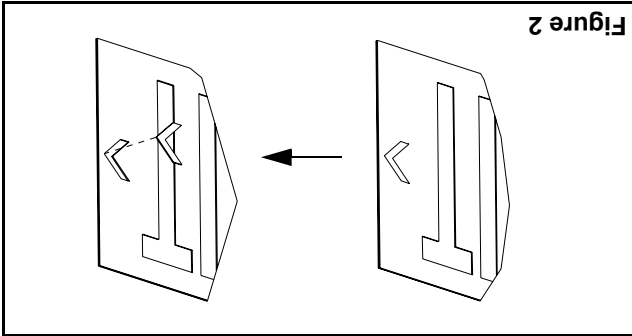

Figure 2
4. Défoncer les flèches; soutenir la face découpée avec deux morceaux de bois et pousser doucement sur les flèches à partir de l'arrière de la plaque à l'aide d'un tournevis (voir fig.2).